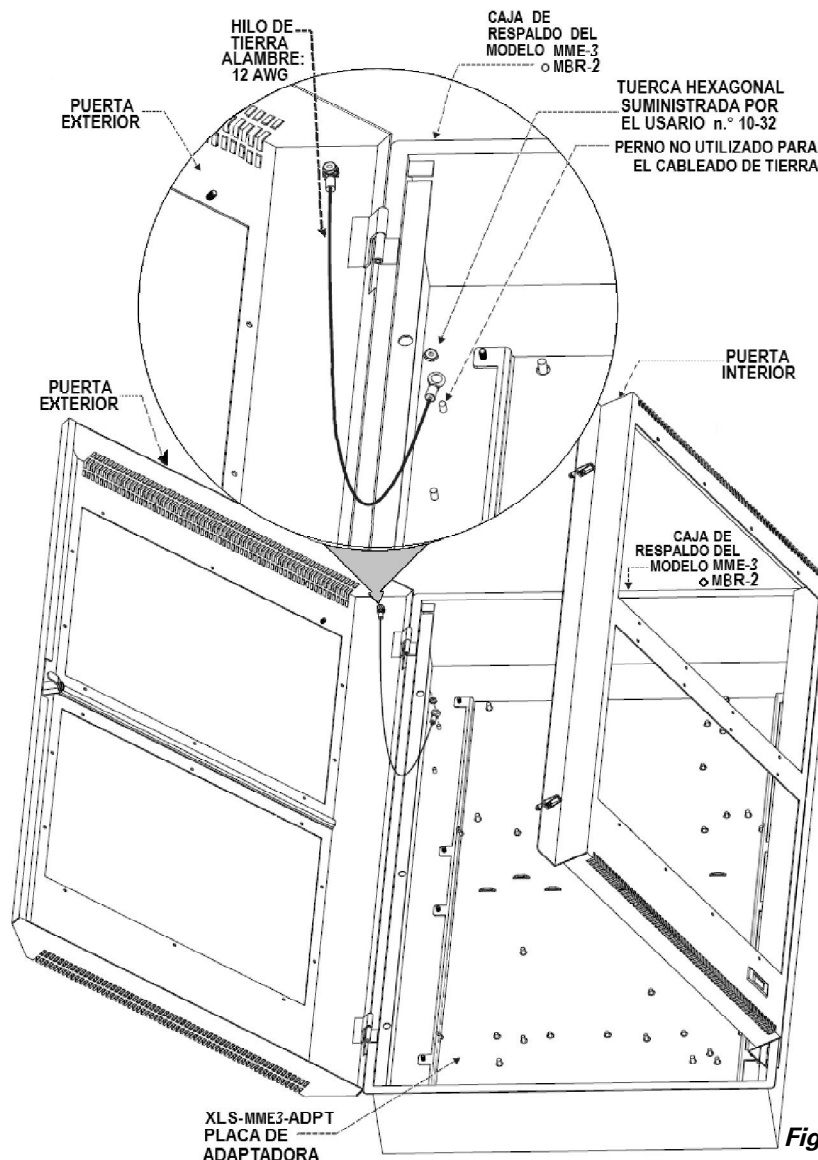

Figura 5
4. En la parte interna de la puerta exterior, viene instalado un cable de tierra (Consulte la Figura 5). Pase el extremo libre del cable de tierra por la abertura superior izquierda de la puerta interior y fíjelo a un vástago que esté sin utilizar en el compartimento posterior mediante una tuerca hexagonal n° 10-32 (proporcionada por el usuario).